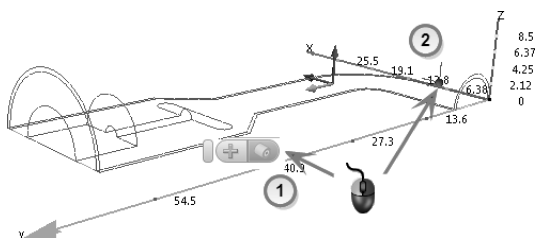

图 4-49 在几何面、等值面或结果平面上创建点
② 在几何面、等值面或结果平面上创建点。
- 在面上的所需位置处单击，如图 4-49 所示。